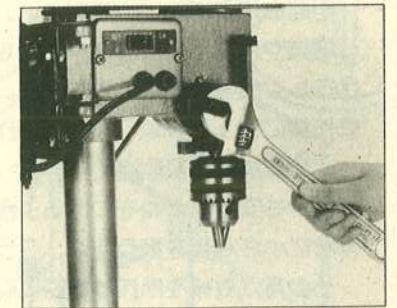

図12
①ストップナット(とめてあるナット)をゆるめて、スプリングがきいている間に、ケースの落ちるのを防ぐため、レンチで正しい位置に締め付けて下さい。
②スプリングキャップ(B)の低い方の正面の切れ目(A)にネジ回しを据え、ナットをゆるめ、動かしている間その位置で、ネジをささえて下さい。
③注意しながら、ネジ回しを左回りに回し、次の切れ目に合わせさせて下さい。図12参照
④内側のナット(C)をレンチでしめます。しめすぎるとシャフトのケースの動きが制限されるので、しめすぎないように注意して下さい。
⑤ストップナットを一番上の位置まで動かし、ハンドルを回して張力をチェックします。もし、十分な張力がスプリングになかったら、②から④の作業をくり返します。
⑥シャフトケースがスムーズであり、かつ動きに制限がないかをチェックして下さい。もし、動きがきつすぎるようでしたら、制限されなくなるまで少しナットをゆるめて下さい。